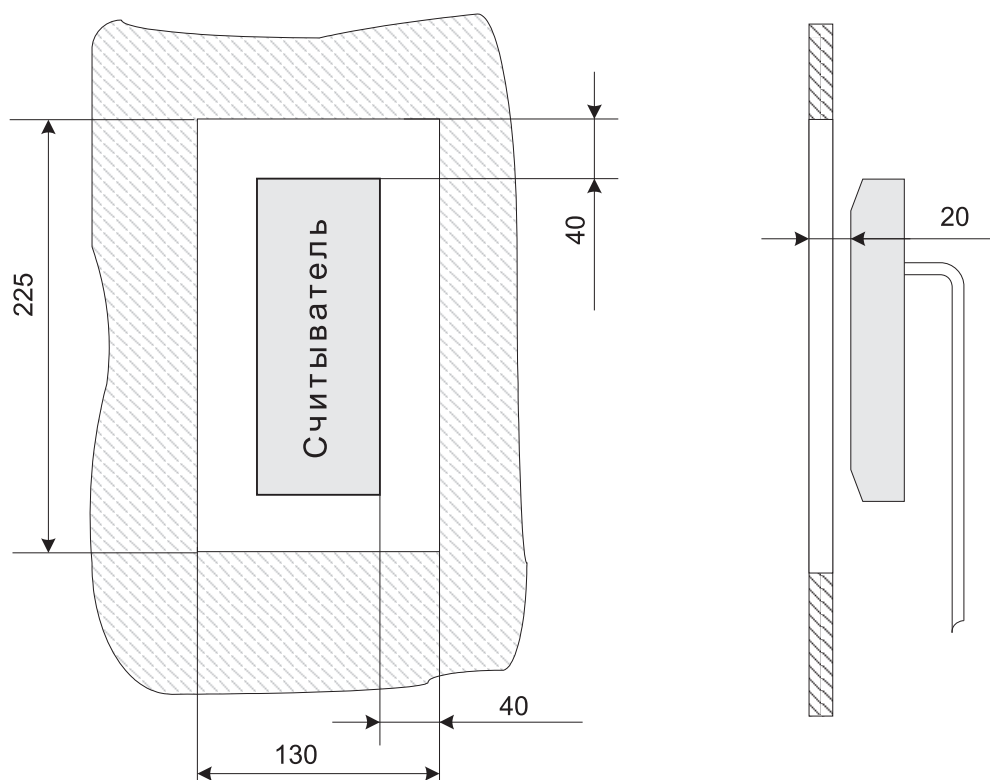

Рис. 1 Установка считывателя за металлической поверхностью
- При установке считывателя за металлической поверхностью, в ней необходимо вырезать окно, напротив которого, равноудалено от краев окна, и устанавливается считыватель (см. рис. 1), при этом размеры окна должны быть не менее 225x130 мм. Само окно может быть закрыто неметаллической вставкой (например, из пластмассы), а считыватель может быть утоплен вглубь окна на расстояние не более 20 мм от внешней стороны металлической поверхности — дальность считывания кода при таком способе монтажа считывателя уменьшается на 30 – 50%;